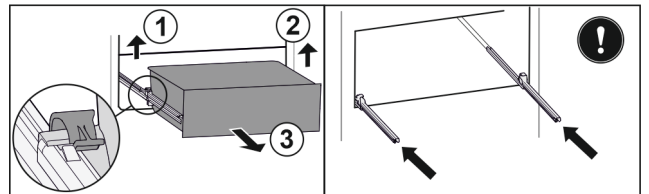

Fig. 38\*
- ▶ Приподнимите левый зажим и одновременно вытяните движением вперед выдвижной ящик слева Fig. 38 (1).\*
- ▶ Приподнимите правый зажим и одновременно вытяните движением вперед выдвижной ящик справа Fig. 38 (2).\*
- ▶ Извлеките выдвижной ящик движением вперед Fig. 38 (3).\*